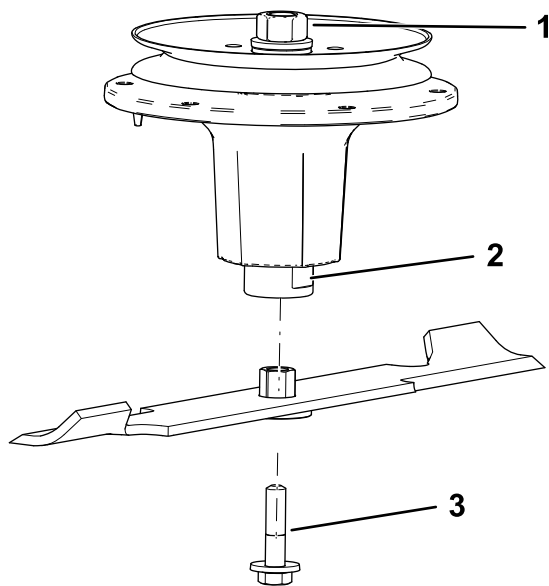

Figure 81
- Installez l'ensemble douille et lame sur l'axe de pivot (Figure 81).